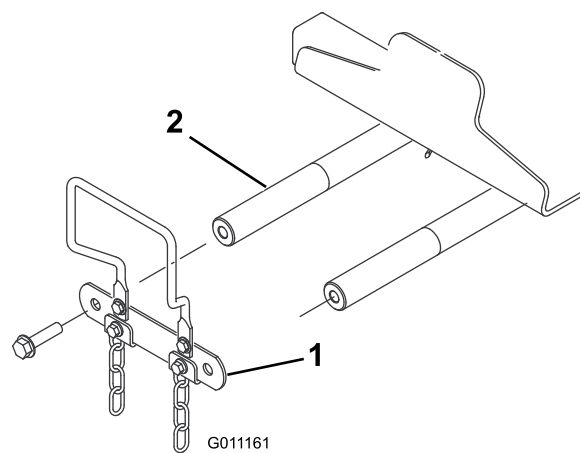

図 13
1. 昇降アームのピボット・シャフト・リンクとピボット・シャフトを分離 (キャップスクリュ 2 個を外す) し、とりはずしたリンクとキャップスクリュは保管する (図 13)。